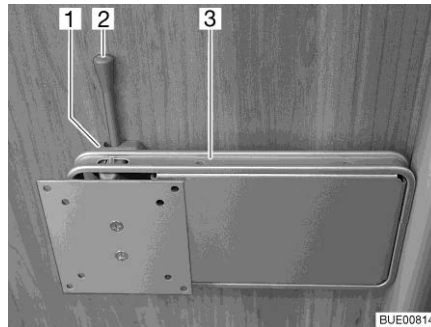

Fig. 91 Support sur colonne
- Pousser le levier de déverrouillage (Fig. 91,2) sur le côté et pivoter le support (Fig. 91,3) et l'écran plat pour les amener en position souhaitée.
- Pivoter l'écran plat en sens inverse, jusqu'à ce que le support (Fig. 91,3) s'enclenche dans le verrouillage (Fig. 91,1).